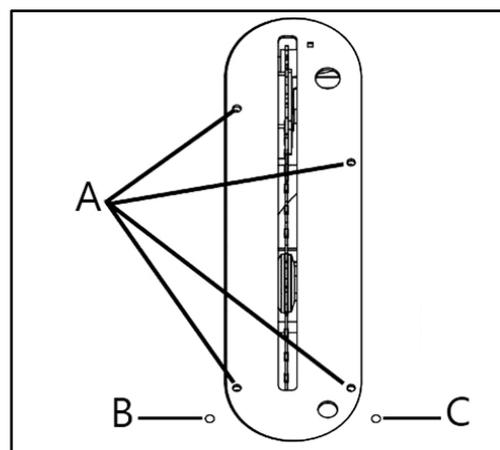

Рисунок 33
Для выравнивания вставки стола поворачивайте один или несколько установочных винтов А (рис. 33) до достижения нужного результата.
- Если пильный диск не будет наклоняться до 90° , поверните (против часовой стрелки) установочный винт В (рис. 33), пока не будет достигнут угол в 90° .
- Если пильный диск не будет наклоняться до 45° , поверните (против часовой стрелки) установочный винт С (рис. 33), расположенный справа от вставки стола, до тех пор, пока пильный диск не будет установлено на 45° .